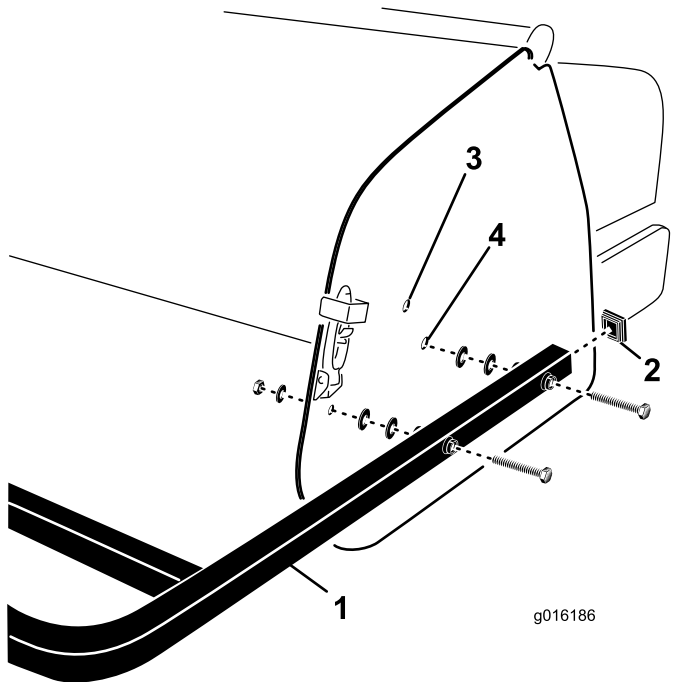

図 31
1. 後ガードチューブの端部にエンドキャップを取り付ける図 31。
2. 後ガード取り付けチューブの穴を、エアレータのサイドプレートの穴に合わせる図 31。
3. ガード取り付けチューブを、サイドプレートに取り付けるねじ4本、平ワッシャ、ナットを利用する図 31。